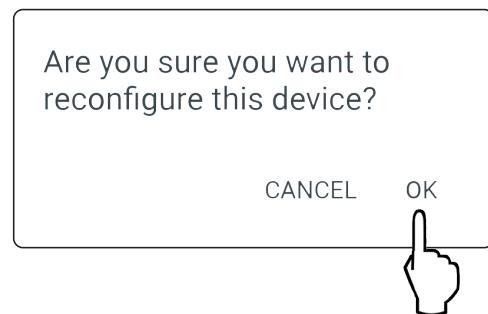

Figure 105. Confirmation de la sélection
3. Cliquez à nouveau sur l'icône avec les 3 points. Le menu d'action s'affiche. Dans le menu « Actions », sélectionnez l'option « Reconfigure » (Reconfigurer) comme indiqué sur la **Figure 105**.